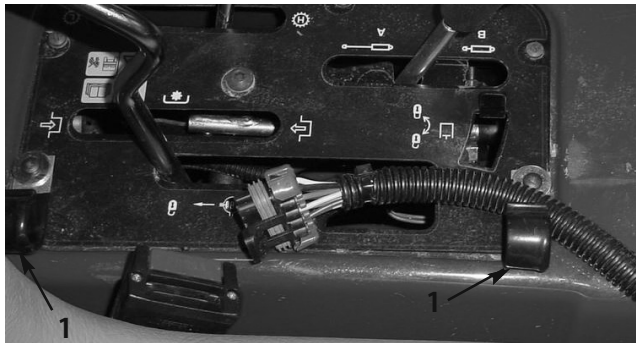

図15
2. 外したネジと新しいワッシャ (2 枚) を使って、J クリップ (2 本) をダッシュ・パネルに取り付ける (図 15)。